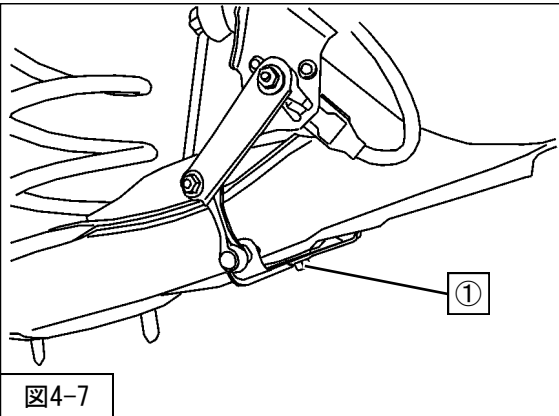

図4-7
8. ①オートレベリングセンサー取付ボルト（締付トルク：9～12N・m）を取付けてください。（図4-7）